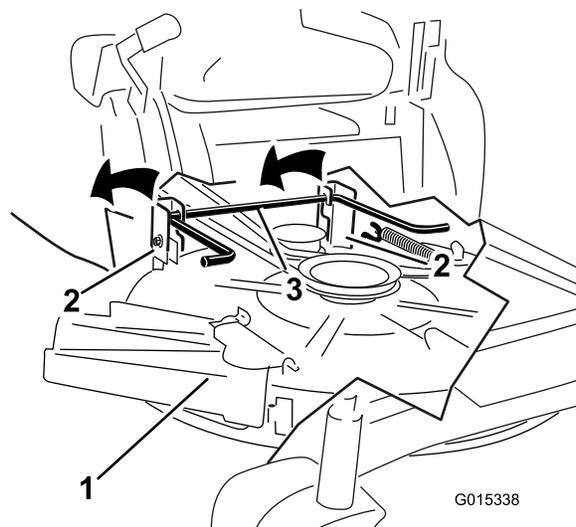

Figure 63
- 6. Soulevez et enlevez le plateau de coupe et les supports de la tige de levage arrière et abaissez le plateau au sol avec précaution (Figure 63).
5. Soulevez l'arrière du plateau de coupe et guidez les supports sur la tige de levage arrière (Figure 63).